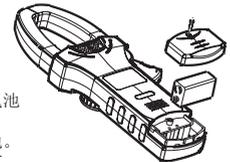

图 13
十. 保养和维护 (见图13)
- 本产品的电源为一只6LF22 9V 1604A电池, 请参考图13, 使用下列顺序安装或更换电池。